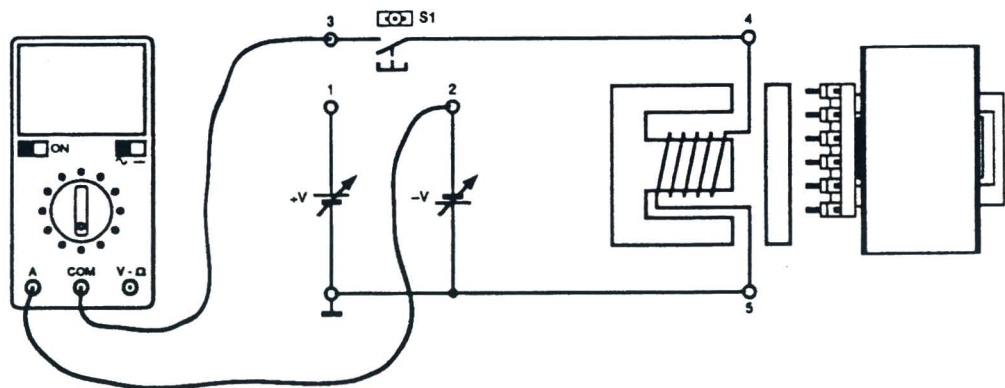

Fig. 6.2b
- 12) Conectar un multímetro, ajustado como amperímetro, entre los jacks 2 y 3 (Fig.6.2b)